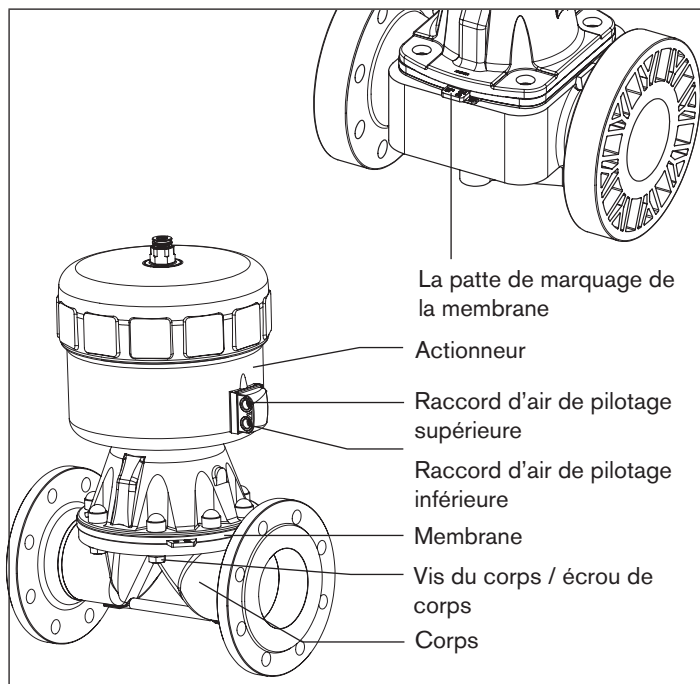

Fig. 14 : Maintenance
La patte de marquage de la membrane doit être perpendiculaire au sens du débit (voir « Fig. 14 »).
- Appliquer de l'air comprimé (5 bars) au raccord d'air de pilotage supérieure (voir « Fig. 14 »).